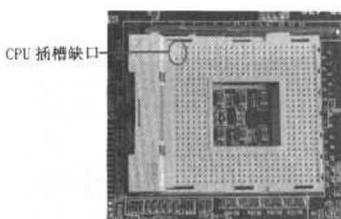

图 1-8 CPU 插槽缺口
- ① 首先在主板上找到 CPU 的插槽，然后找到 CPU 插槽的缺口，如图 1-8 所示。